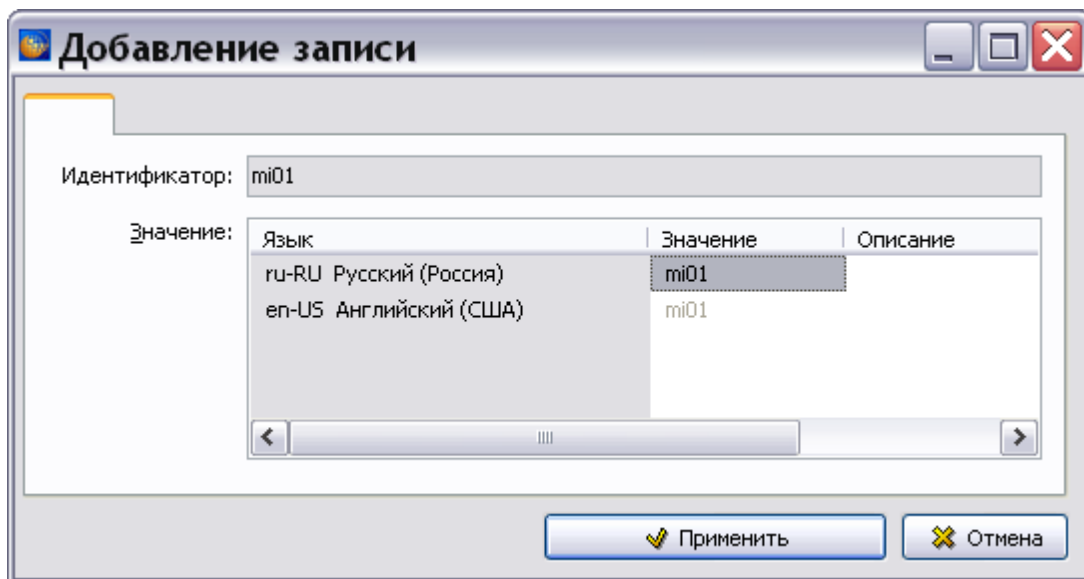

Рисунок 145
1) На инструментальной панели нажмите на кнопку **Добавить**  или в контекстном меню окна выберите команду **Добавить**. После этого появится диалоговое окно **Добавление записи** (рисунок 145).